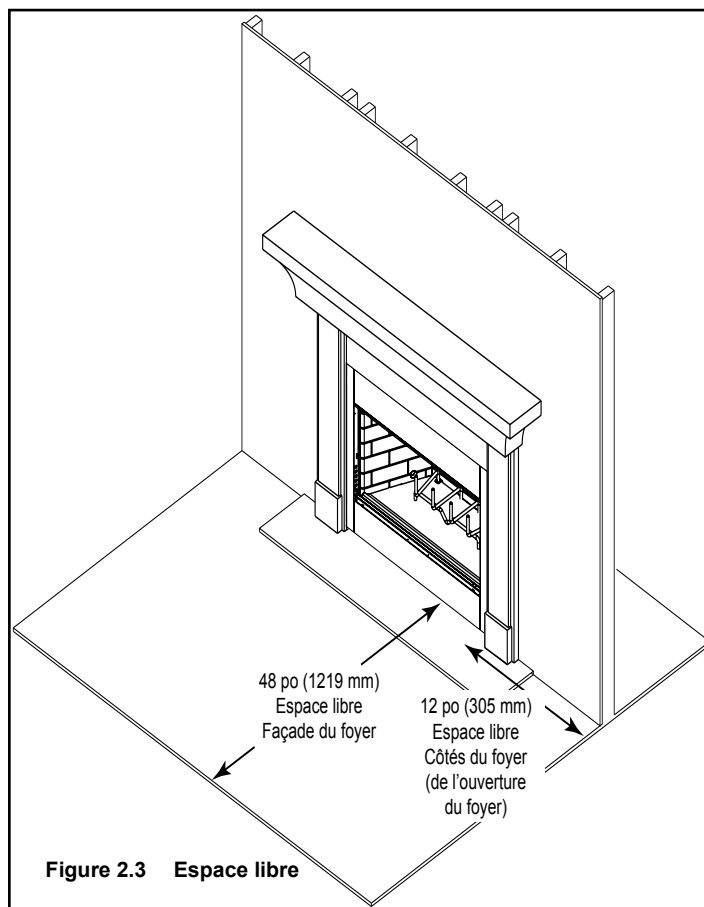

Figure 2.3 Espace libre
- Ne pas placer d'objets combustibles dans les zones indiquées dans la figure 2.3.